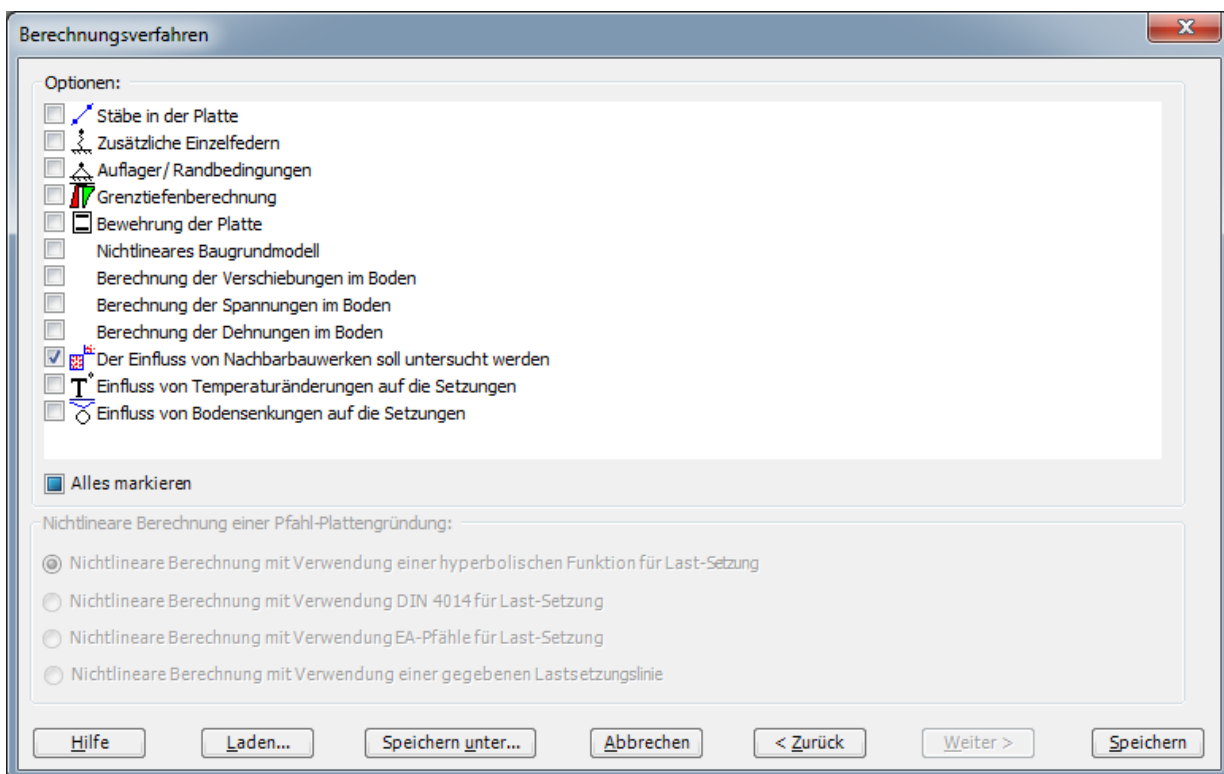

Bild 9.30 Optionsfeld "Optionen"
- Die letzte Form des Wizard-Assistenten enthält eine Liste von Optionen, Bild 9.30. In dieser Liste wählen Sie die Option "Der Einfluss von Nachbarbauwerken soll untersucht werden", dann auf "Speichern" klicken